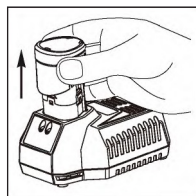

図 2
- 3) 充電が終わると、赤ライトが消灯し、緑ライトが点灯して、バッテリーパックがいっぱいに充電したことを示しますので、バッテリーパックと充電器プラグを抜いてください。(図2)